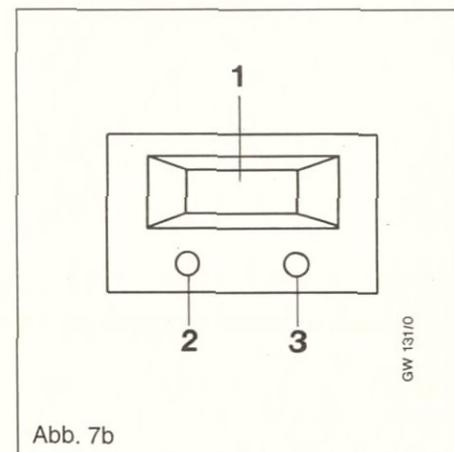

Abb. 7b
Die jeweils eingestellte Betriebsart ist bei eingestelltem Diagnosemodus im Display (1, Abb. 7b) ablesbar. Dazu die beiden unter dem Display befindlichen Taster (2 und 3) mit Hilfe von Kugelschreibern o.ä. **gleichzeitig** kurz betätigen (im Display erscheint die Anzeige d0). Den linken Taster (2) betätigen bis im Display d1 erscheint. Anschließend den rechten Taster (3) betätigen, um die Anzeige der Betriebsart zu aktivieren.